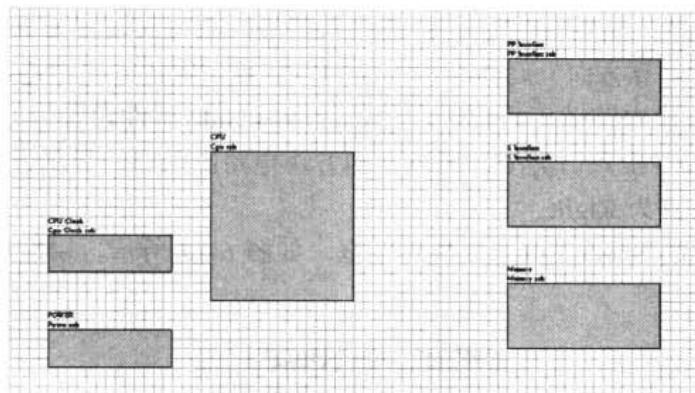

图 6-11 在主电路图中绘制的方块电路图
- (7) 绘制其他方块电路图：CPU 方块电路图放置完成后，系统仍然处于放置方块电路图状态，可按照上面的方法绘制其他方块电路图。所有方块电路图绘制完成后的电路图，如图 6-11 所示。